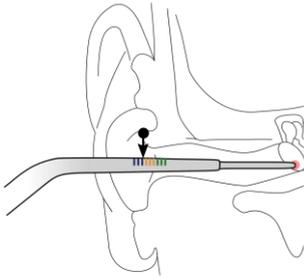

Abbildung 7: Bestimmung der Einsetztiefe Gehörgangslänge für Vibrosonic alpha geeignet
- a) Die Patientin / der Patient hat eine Berührung wahrgenommen und eine der neun farbigen Markierungen (3x grün, 3x orange, 3x blau) befindet sich auf Höhe der Incisura anterior auris (Pfeil in Abbildung 7). Innerhalb der Farbbereiche werden die einzelnen Striche als „lateral“, „inter“ und „medial“ bezeichnet (Beispiel: im Farbbereich „Blau“ wird zwischen „Blau lateral“, „Blau inter“ und „Blau medial“ unterschieden). **Die ermittelte Tiefe wird in dem Eignungsbogen dokumentiert.**